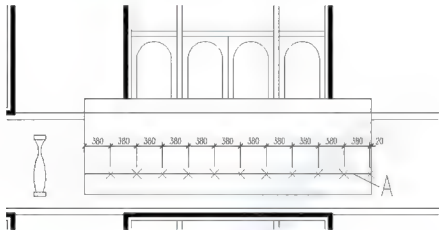

图 4.57 定距等分插点
(1) 执行菜单栏中的【绘图】|【点】|【定距等分】命令 (快捷键 ME)。
① 在选择要定距等分的对象: 提示下, 单击 A 线的左半部分, 选择 A 线。
② 在指定线段长度或 [块(B)]: 提示下, 输入 “380”, 表示从 A 线左边开始, 用 380mm 的距离对 A 线进行测量。结果从 A 线左端点每 380mm 插入一个点, 如图 4.57 所示。